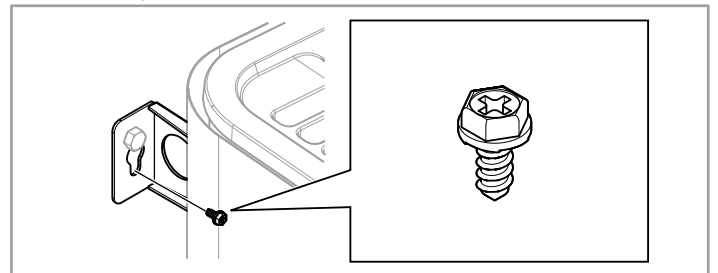

Abbildung 14: Sicherungsschraube für Halterung
12. Fixieren Sie die Heizung mit der Sicherungsschraube (siehe Abb. 14).